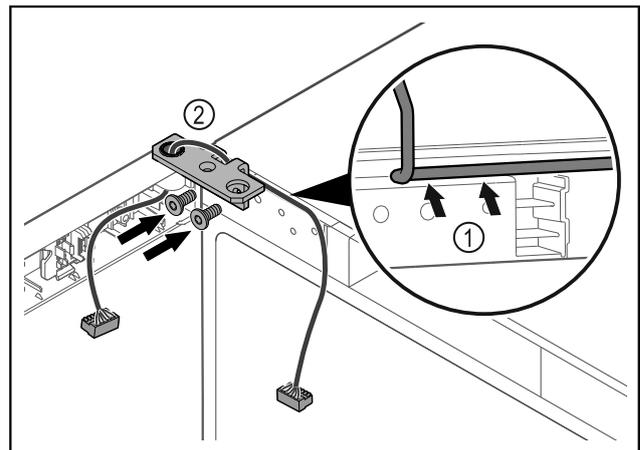

Fig. 41
- ▶ Prakiškite laidą pro šarnyrinio kampuočio angą ir atsargiai nutieskite Fig. 41 (1).
- ▶ Prisukite šarnyrinį kampuotį Fig. 41 (2).